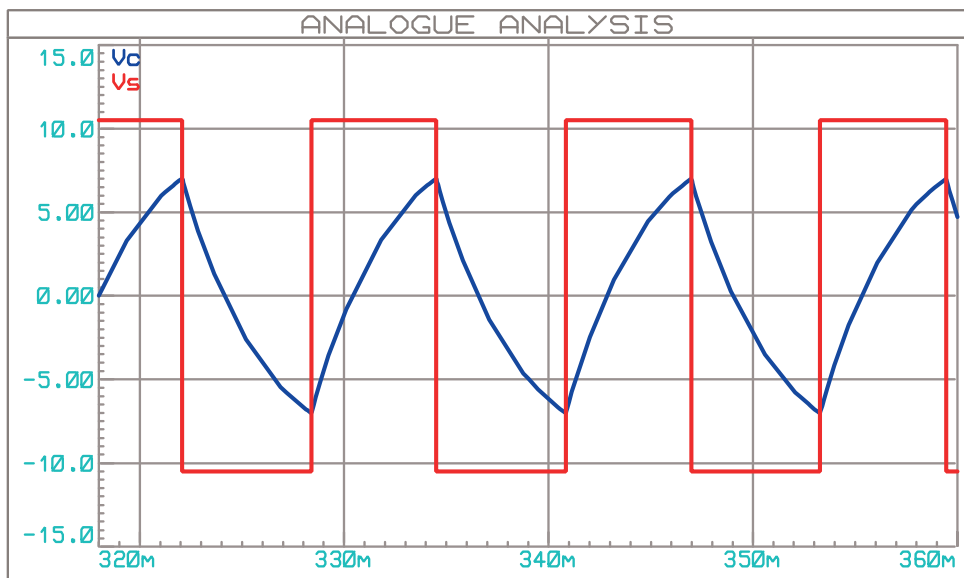

Figure 45
1.2 Visualiser les signaux d'entrée V_c et de sortie V_s sur l'oscilloscope et vérifier les allures ci-après (figure 45).